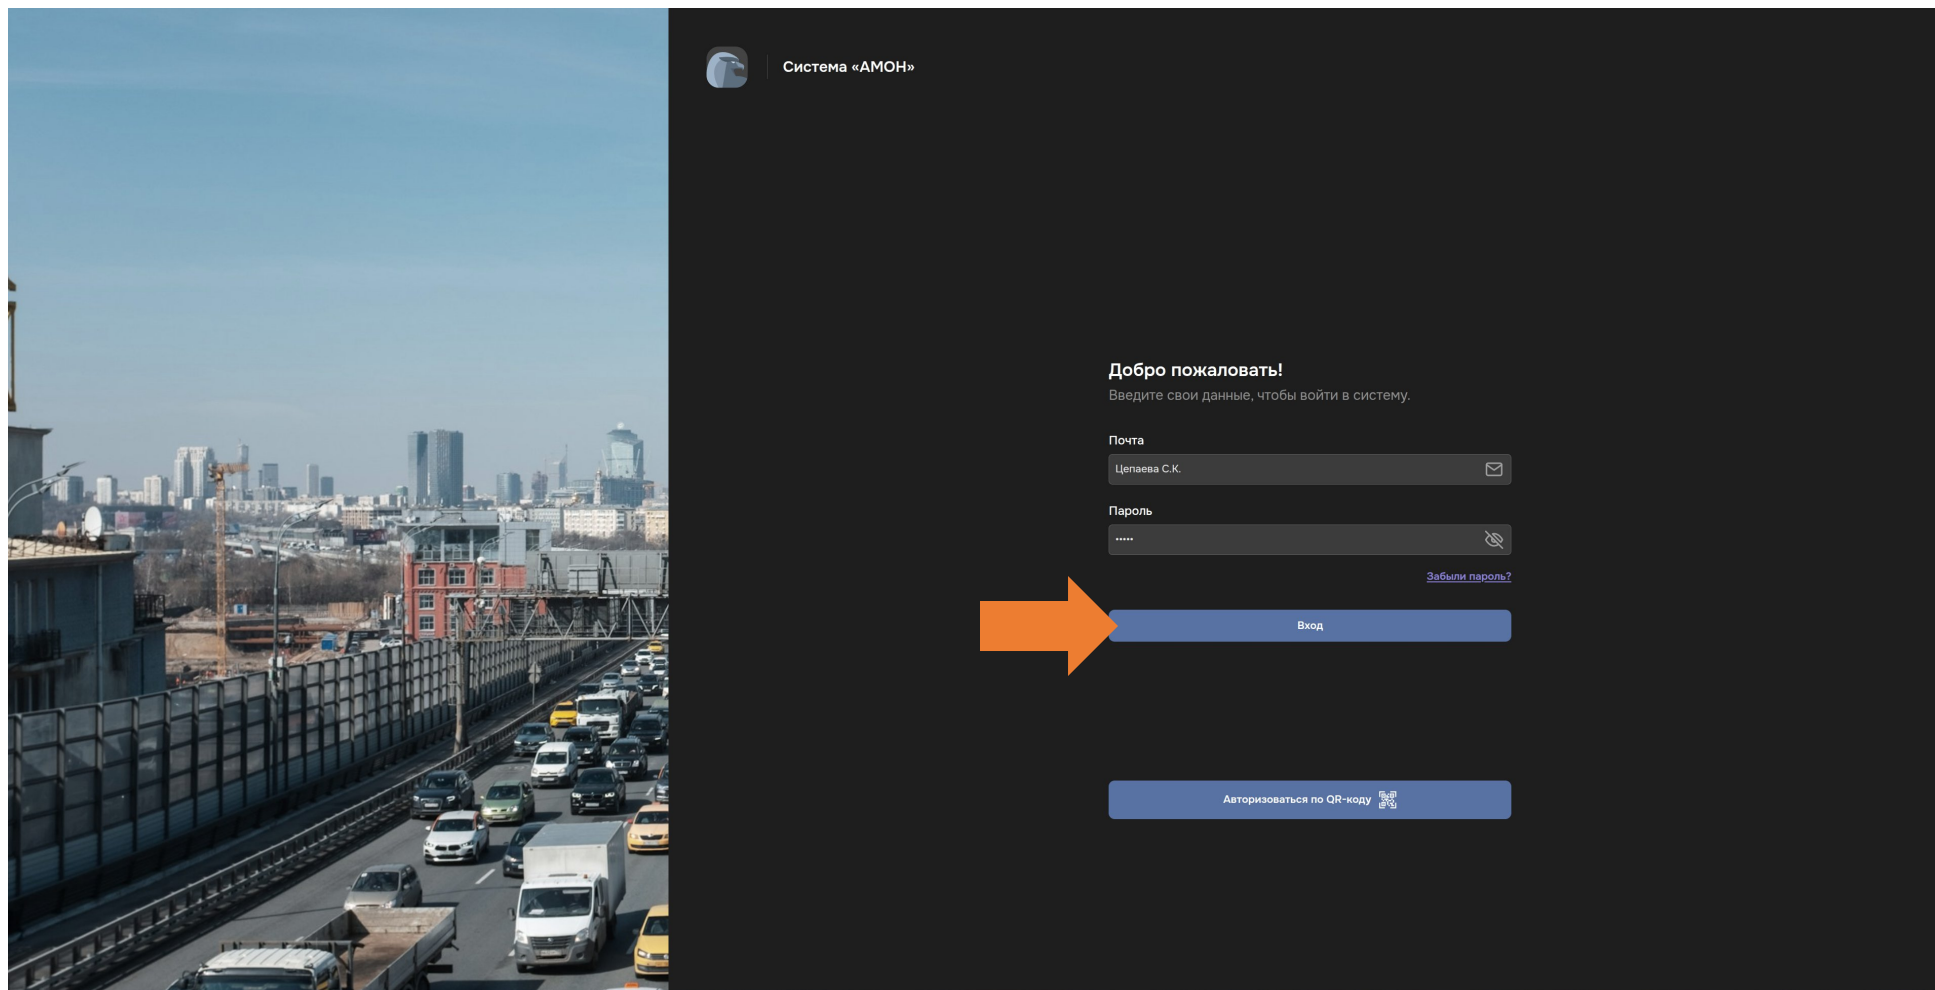

Рисунок 1. Интерфейс авторизации
3. Нажмите кнопку «Вход» (см. Рисунок 1).